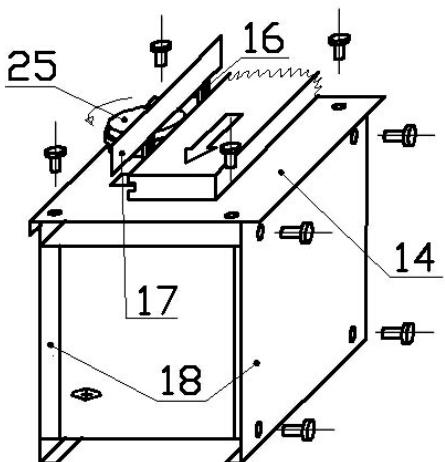

Рис. 11
Для приведения станка в вертикально-фрезерное положение на станок снизу и сверху устанавливаются дополнительные основания корпуса (18) и станок устанавливается на левый бок (см. Рис. 11).
4.6. Фрезерование вертикальное. (Рис.11). (все модификации Ф)